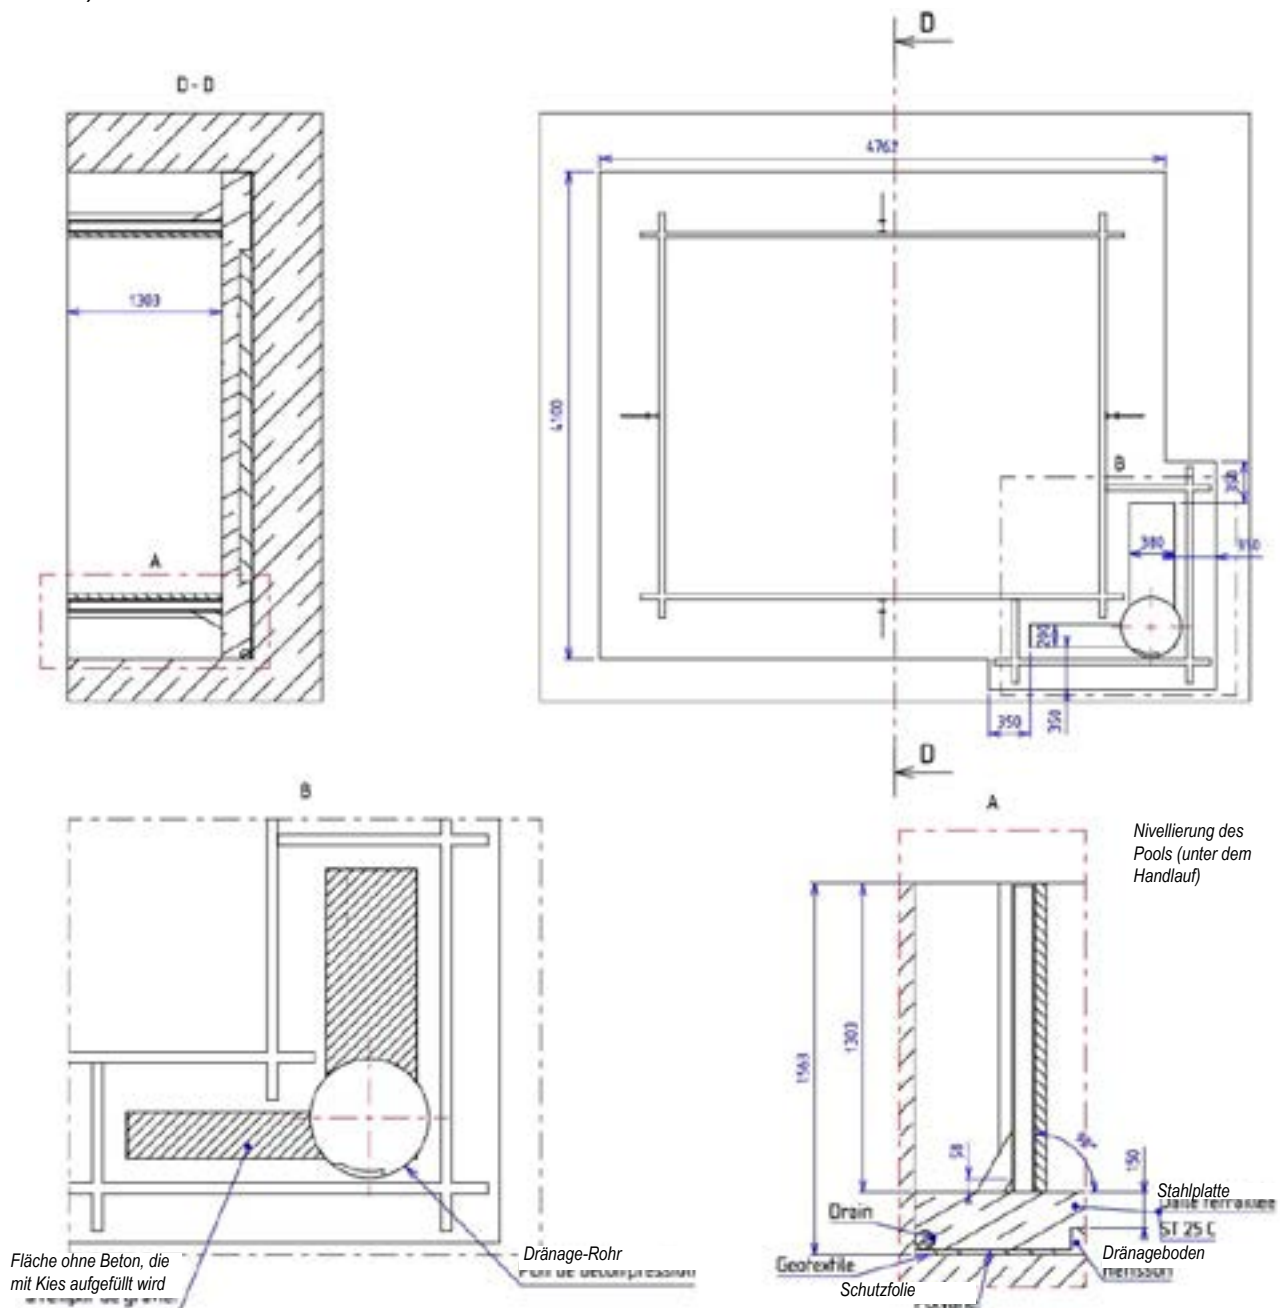

Abbildung 5 – Merkmale der Betonplatte
**TIPP:** Sie können die Streben verwenden, um die Höhe der fertigen Betonplatte zu materialisieren. Zur Nivellierung des Pools 0 als Niveau nehmen, (unter den Holzteilen des Handlaufs, siehe *Abbildung 5*.), 1,303 m abmessen und an dieser Kante des Strebens einen Strich ziehen. Dieser Strich wird der endliche Wert der Betonplatte sein.
Die Eigenschaften der Betonplatte werden in *Abbildung 5* angegeben. Die Abmessungen der Betonplatte sind derart, dass die Holzleiter, die sich außen am Becken befindet, nicht auf der Betonplatte steht. Wir empfehlen Ihnen jedoch, falls möglich, diese auf einen festen Untergrund zu stellen (z.B. Betonplatte oder -ständer).
Wenn Sie die Betonplatte auf den Grabenboden gießen, stellen Sie sicher, dass der obere Teil der Bewehrung ganz in Beton gegossen wird: die Betonschicht über der Bewehrung muss mindestens 3 cm betragen. Schauen Sie auf **Abbildung 5** um die Tiefe der zu gießenden Betonplatte zu bestimmen: sie muss eine Dicke von 150 mm aufweisen und so sein, dass die Höhe zwischen der Plattenoberfläche und dem oberen Ende der Baugrube 1303 mm beträgt, wenn Sie den Pool einlassen möchten.